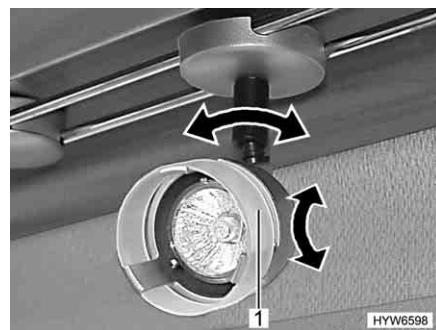

Bild 101 Spotleuchte drehen
- Gehäuse (Bild 101,1) fassen und drehen.